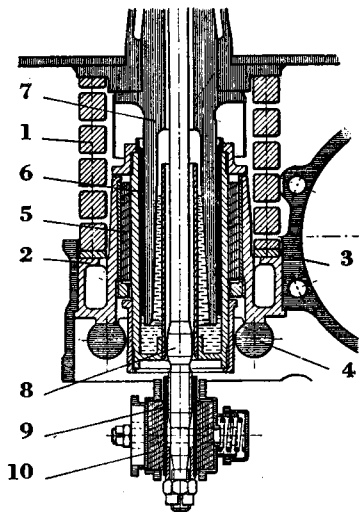

Fig. 2.
Boggirammene er opplagret på hjulsatsens akselkasser over spiral-fjærer med 4-kant tverrsnitt, 2 stk. pr. akselkasse, se fig. 2. Hver akselkasse føres av 2 stk. sylindriske akselkasse-føringstapper (7) som er festet i de langsgående boggibjelker. Akselkasse-føringstappene glir i bronseføring (6) som over «silentblocks» (5) er festet til fjærsetene (2). Akselkassføringene arbeider i støvtett oljebad.